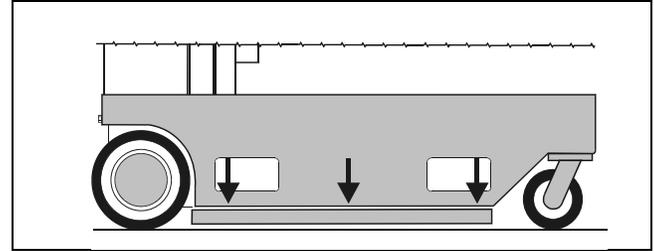

Figure 2-2. Barres de protection contre les nids-de-poule abaissées.
- b. S'assurer que le système de protection contre les nids-de-poule est complètement engagé (barres baissées sur les côtés) quand la plate-forme est élevée (voir Figure 2-2.).